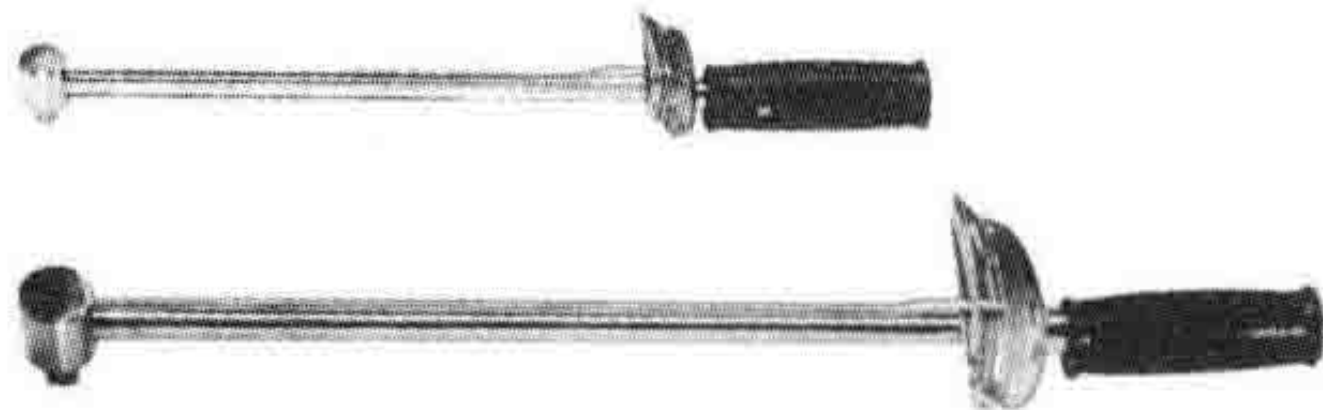

图 1-18 扭矩扳手（Klein 和 Allen-Bradley 产品）
**扭矩扳手** 扭矩扳手的扭矩可调，可以给各种螺栓和螺母施加恰当的扭矩，以适应各种套筒工具。两种最常见的扭矩扳手是 0.375in 和 0.5in 扳手。扭矩扳手的扭矩单位是磅力英寸 (lbf · in) 或磅力英尺 (lbf · ft)⊖。根据需要施加的扭矩选择合适的扳手。扭矩扳手有多种长度的手柄，通常情况下，扳手越长，扳手的扭矩越大。图 1-18 所示为典型的扭矩扳手。